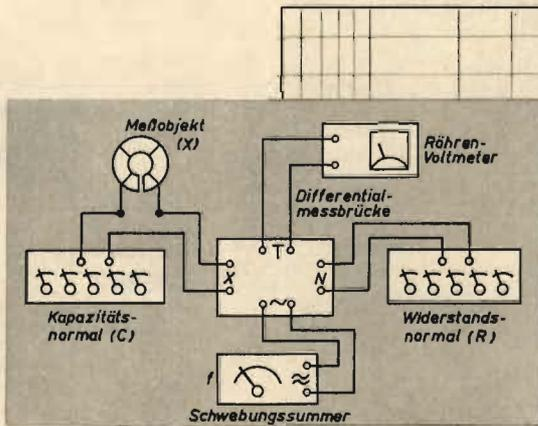
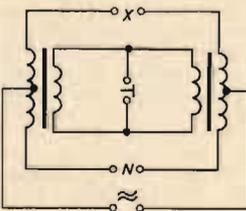
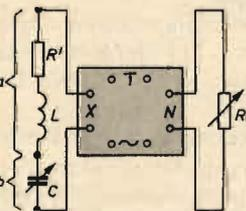

Abb. 1. Meßanordnung zur Messung der HF-Verluste von Tonköpfen für Magnetton
Abb. 2. Differentialmeßbrücke
Abb. 3. Abgleich auf Minimum; a = Kopfersatzschaltung; b = Kapazitätsnormal; c = Widerstandsnormal
Bei der exakten Vorausberechnung von HF-Generatoren für Tonbandverstärker sind diese Verluste zu berücksichtigen. Dazu ist es notwendig, den Scheinwiderstand der Köpfe getrennt nach induktivem und ohmschem Anteil für die entsprechenden Hochfrequenzwerte zu messen. Von den verschiedenen möglichen Methoden der Scheinwiderstandsmessung eignet sich am besten eine Differentialmeßbrücke mit einem Frequenzbereich bis 100 kHz. Die Brücke selbst besteht, wie aus der Schaltung in Abb. 2 ersichtlich, aus zwei symmetrischen Übertragern, zwischen denen das Meßobjekt (X) und das Normal (N) eingeschaltet wird. Als Stromquelle dient ein Schwebungssummeer, der bis etwa 50 kHz reicht, während als Anzeigeelement ein Röhrevoltmeter oder ein Anzeigeverstärker mit Nullanzeige angeschlossen wird. In der Meßanordnung (Abb. 1) wird an der Stelle X der zu messende Kopf in Serie mit einem Normalkondensator (C) angeschlossen, an die Klemmen N ein Normalwiderstand (R). Der Abgleich geht so vor sich, daß man C und R wechselweise so lange verändert, bis das Röhrevoltmeter ein deutliches Minimum zeigt. Dabei wird C mit der Induktivität des Kopfes in Resonanz gebracht, während der Normalwiderstand (R) den Verlustwiderstand des Kopfes (R) im anderen Brückenarm nachbildet (Abb. 3). Der Verlustwiderstand des Kopfes ist also am Widerstandsnormal direkt abzulesen, während die Induktivität aus der Thomson'schen Schwingungs-